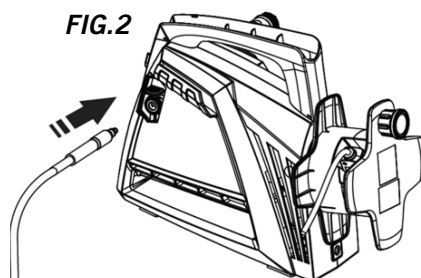

FIG. 2
3. Sluit het ene uiteinde van de hogedrukslang (9) aan op het apparaat (Fig. 2) en klik het vast. Sluit het andere uiteinde aan op het spuitpistool (7) en klik vast (Fig. 3).